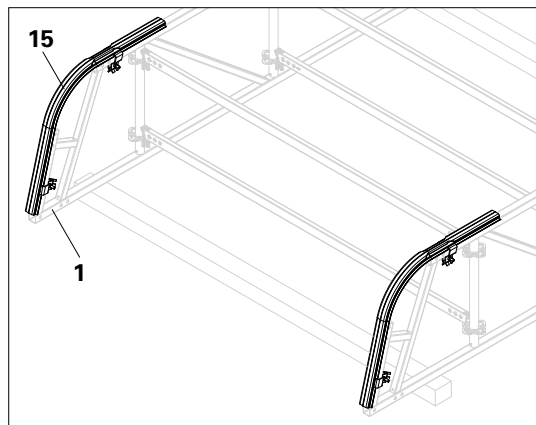

Fig. A2.01
1. Læg Kedertagfod (**15**) på røret og på tagfodsdragets øverste rør (**1**). (Fig. A2.01)